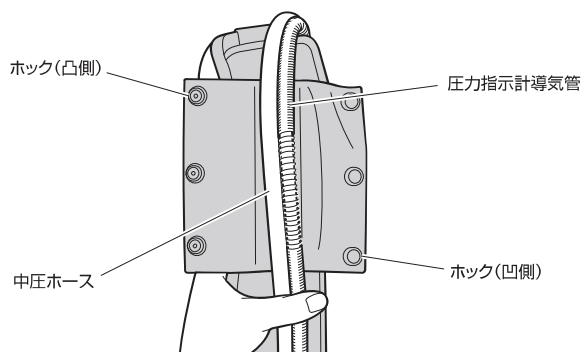

図 89 ホースを肩バンドに沿わせる
6. 圧力指示計導気管をホックの凹側、中圧ホースをホックの凸側に置く。（図 89 参照）